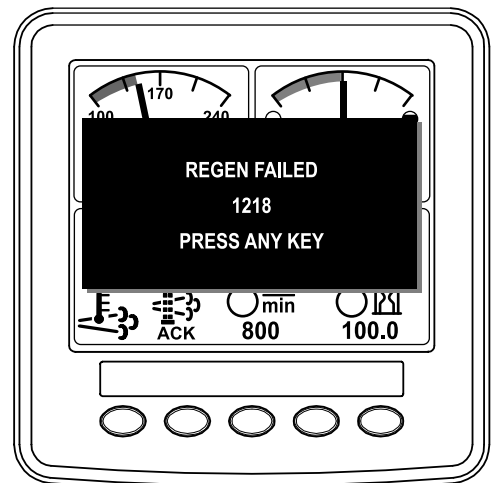

Figura 61
**Nota:** Si la regeneración no se realiza correctamente, el InfoCenter muestra Advisory #1218 (Aviso n.º 184) (Figura 61). Pulse cualquier botón para salir de la pantalla de inicio.